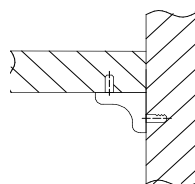

Рис.3
5. Установить стенки горизонтальные поз.8 на фиксирующие полкодержатели поз.083 - рис.3.